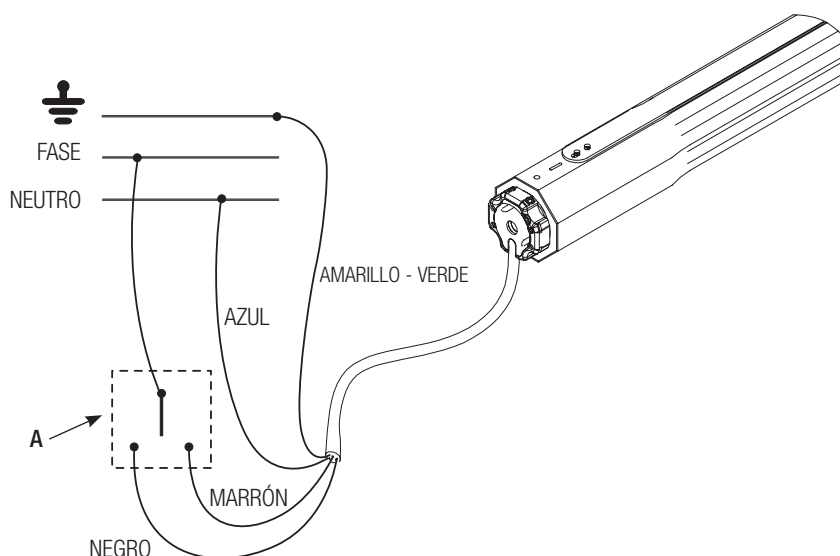

Fig. 17
1. Conecte los hilos del rodillo eléctrico al doble botón con enclavamiento mecánico como se indica en el esquema de la Fig. 17.
2. Conecte el doble botón con enclavamiento mecánico a la línea como se indica en la Fig. 17.
5. Si el sentido de rotación es incorrecto, quite la alimentación y, en el doble botón con enclavamiento mecánico (Fig. 17 ref. A) invierta el hilo negro con el marrón. Compruebe de nuevo el funcionamiento.